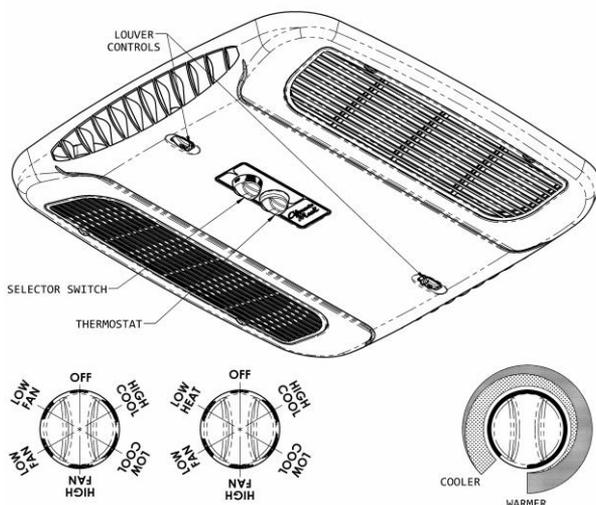

Figure 1
**A.** Le sélecteur – le sélecteur détermine le mode de fonctionnement du climatiseur. En le tournant, l'opérateur peut obtenir toutes les fonctions du système voulues. Celles-ci varient selon les options de l'unité du toit et du plafond. Le figure 1 illustrents l'emplacement du sélecteur et énumèrents toutes les fonctions disponibles par modèle.
Pour les modèles «chaleur/refroidissement», le thermostat contrôle aussi les réglages de température «ON» et «OFF» du radiateur. Voir figure 1 à la page 2.
(se reporter aux figure 1, page 18).
#### IV. Pour chauffer (modèle de plafond «Elect-A-Heat» seulement), se reporter aux figure 1, page 18
#### V. Pour la circulation d'air seulement (se reporter aux figure 1, page 18).